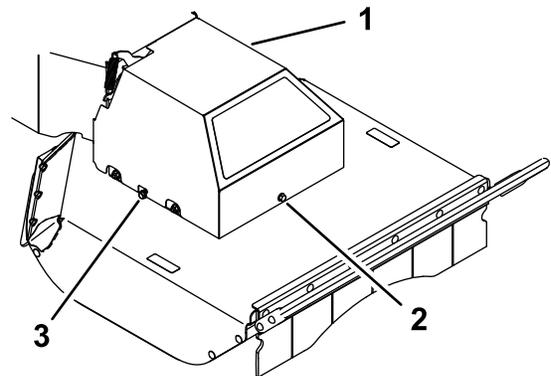

Рисунок 31
5. Ослабьте затяжку левого и правого боковых болтов на несколько оборотов и ослабьте затяжку переднего болта таким образом, чтобы кожух мог свободно перемещаться (Рисунок 31).